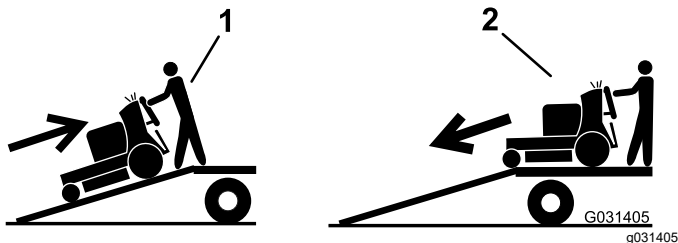

Figura 30
5. Suba la máquina por la rampa en marcha atrás (Figura 30).